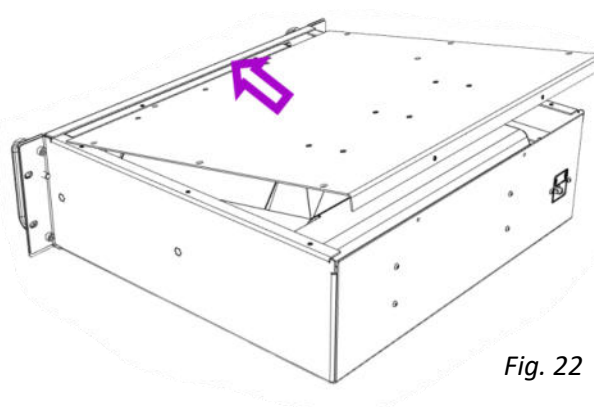

Fig. 22
3. Deslice la tapa superior de la carcasa completamente en dirección a la parte frontal del dispositivo (Fig. 22). La tapa ahora está sentada en los bordes traseros del espejo.